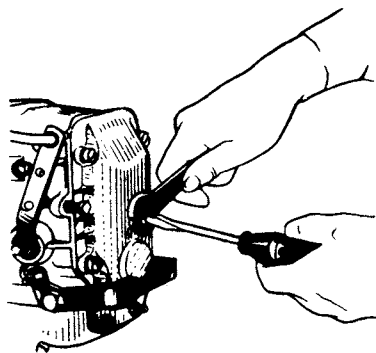

Рис. 67. Вывертывание корпуса буферной пружины
1. Ослабив контргайку, вывернуть корпус буферной пружины на 2—3 мм (рис. 67).